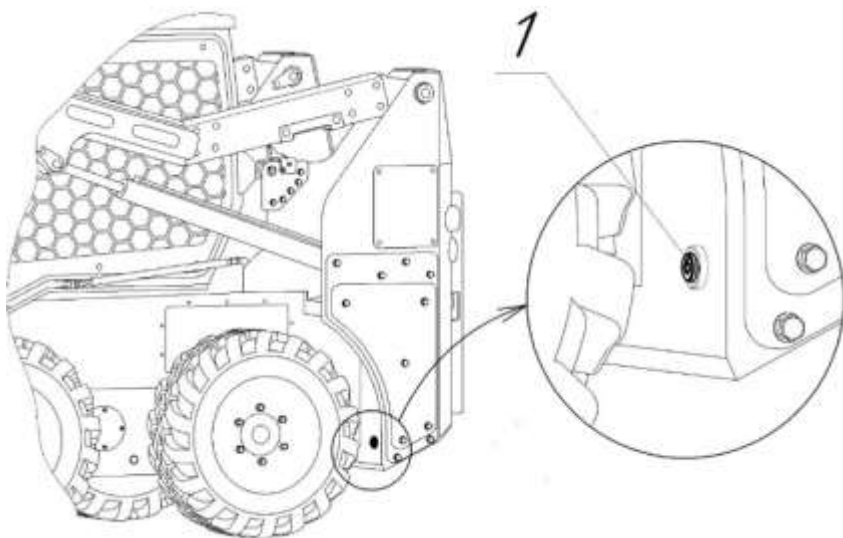

Рисунок 8.5 Расположение сливной пробки топливного бака
- отвинтить пробку 1 (Рис. 8.5) топливного бака и слить топливо в заранее подготовленную емкость;